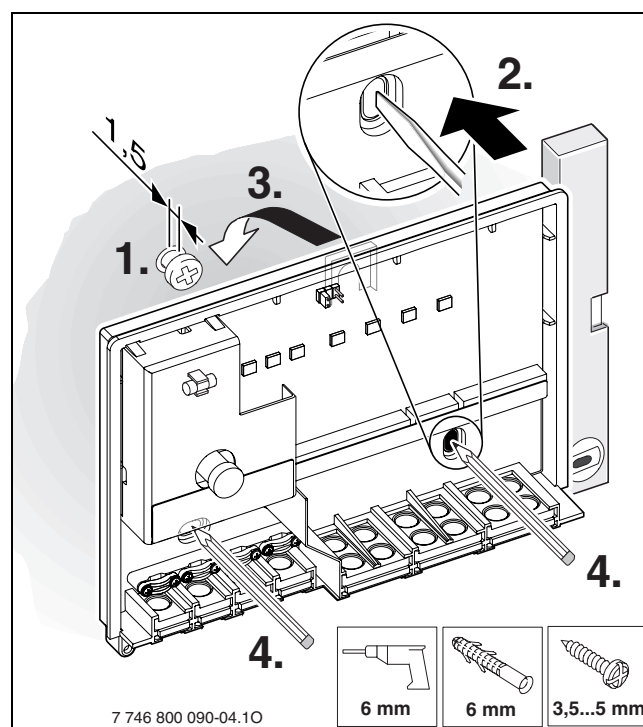

Fig. 8 Vis de fixation supérieure
- ▶ Pour la vis de fixation supérieure, perforer un trou de  $\varnothing 6$  mm, insérer la cheville puis la vis sur 1,5 mm (→ figure 8).